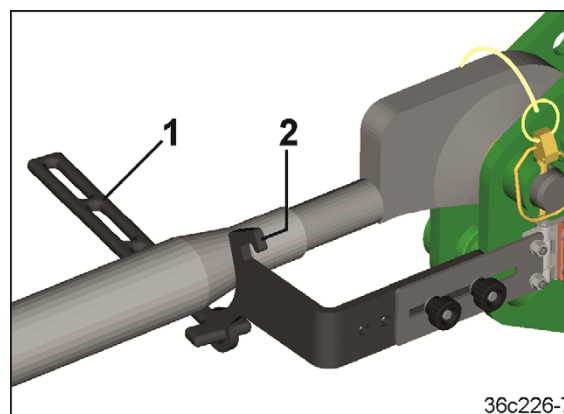

Fig. 120
4. Accrocher l'élément de tension (Fig. 120/1) sur le support du bras supérieur (Fig. 120/2).